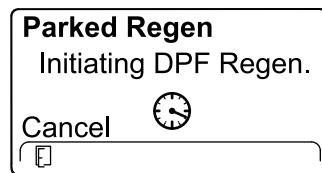

Figure 60
5. L'InfoCenter affiche le message INITIATING DPF REGEN (lancement de régén. du FAP) (Figure 60).